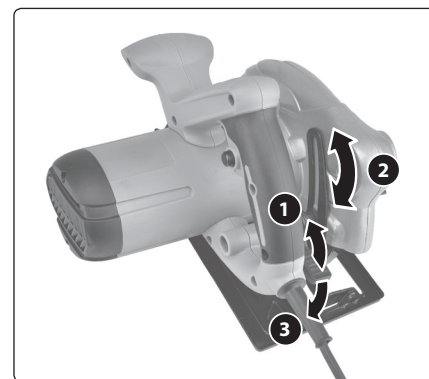

Abb. 3A
1. Heben Sie den Spannhebel zur Einstellung der Schnitttiefe (Abb.3A, Schritt 1.) hoch.
2. Heben Sie die Säge von der Grundplatte je nach der gewünschten Schnitttiefe ab (Abb. 3A, Schritt 2.). Die Schnitttiefe kann an der Skala abgelesen werden, siehe Abb.1, Position 21. Größerer Abstand von der Grundplatte bedeutet geringere Schnitttiefe.
3. Sichern Sie die Säge in der eingestellten Höhe ordnungsgemäß durch Drücken des Hebels nach unten (Abb. 3A, Schritt 3.).